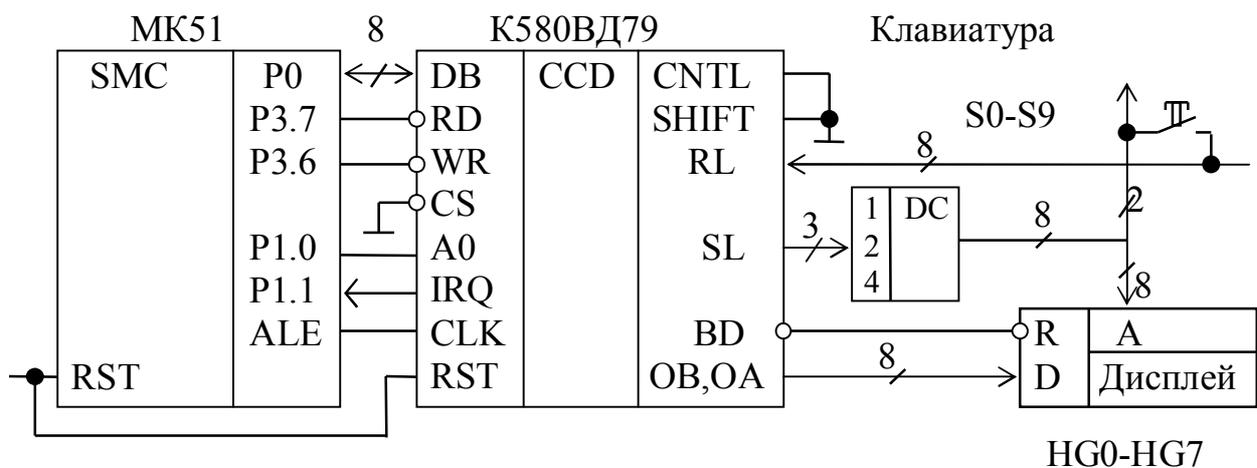

Рис. 8.5 — Подключение к МК51 контроллера клавиатуры и дисплея
**Пример 21.** С помощью микросхемы К580ВД79 обеспечить взаимодействие МК51 с цифровой клавиатурой (кнопки S0-S9) и 8-местным дисплеем на светодиодных семисегментных индикаторах (рис. 8.5). Разработать подпрограмму ввода 8-разрядного десятичного числа с клавиатуры в РПД микроконтроллера (ячейки 20Н-27Н) с дублированием информации на восьмисимвольном дисплее (HG0-HG7).